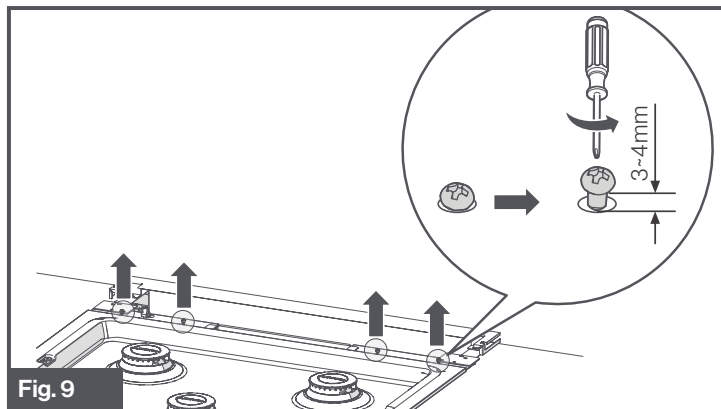

Fig. 9
- Desserrez les 4 vis à l'arrière de la table de cuisson et laissez un espace de 3 à 4 mm. (Fig. 9)